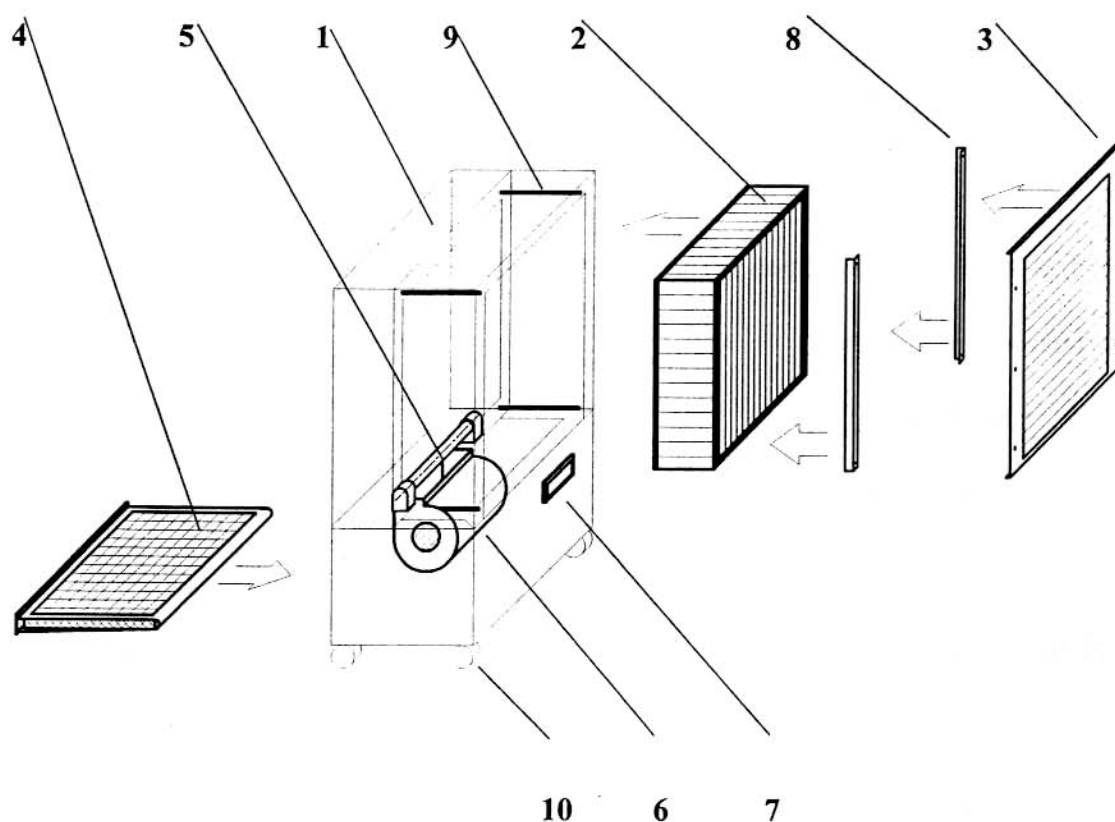

Рис. 1 Устройство ОМ-22
Устройство стерилизатора показано на рис. 1 и рис. 1а. Стерилизатор состоит из корпуса (1), решетки (3) и кассеты предварительного фильтра (4).
Рис. 1а Стерилизатор ОМ-22 (вид сзади)
Панель управления (7 рис.1)
2. Отвернуть шесть винтов на решетке (Рис.1, поз3).
- Отвернуть четыре гайки на шпильках (Рис.1, поз.9) и снять прижимные планки (поз.8).